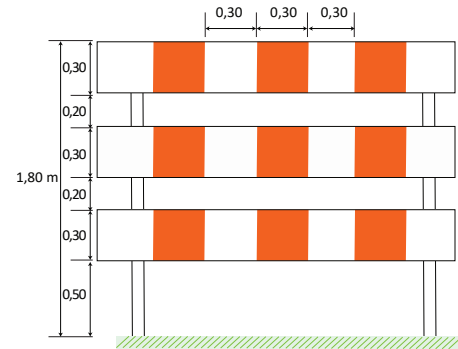

Figura 13 - Barreira Tipo III
Barreira Tipo III: utilizada para bloquear o tráfego em toda a largura da área interdita para obras ou serviços fixos, consistindo em três painéis de sinalização, conforme a Figura 13. Recomenda-se que o suporte seja firmemente fixado ao solo com suportes colapsáveis.
3. A barreira para sinalização viária tipo III (figura 13) deve ser utilizada somente em situações de bloqueio da via.